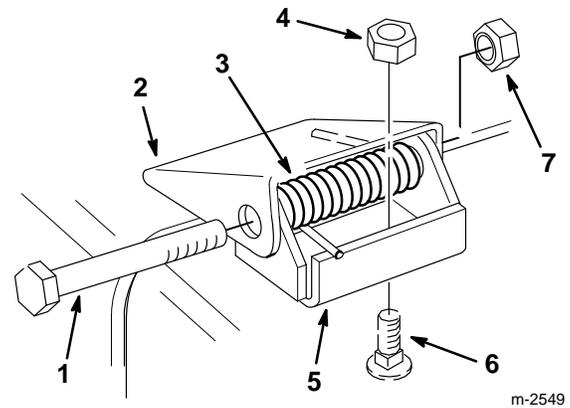

Abbildung 32
1. Sicherungsmuttern, Schrauben und Federn entfernen, mit denen die Ablenkblech-Halterungen an den Drehbügeln befestigt sind (Abb. 32).
2. Falls die Drehbügel ausgetauscht werden müssen, die Trägerschrauben und Kegelmuttern entfernen, mit denen die alten Bügel an der Oberseite der Auswurföffnung befestigt sind. Dann die neuen Drehbügel anbringen. Darauf achten, daß sich die Trägerschraubenköpfe an der Innenseite des Mähwerks befinden (Abb. 32).
3. Die Ablenkblech-Halterungen mit den Schrauben, Federn und Sicherungsmuttern an den Drehbügeln anbringen. Darauf achten, daß die geraden Enden der Federn zwischen den Ablenkblech-Halterungen und dem Grasablenkblech positioniert sind (Abb. 32).
4. Die Sicherungsmuttern anziehen, bis sie die Drehbügel berühren (Abb. 32).